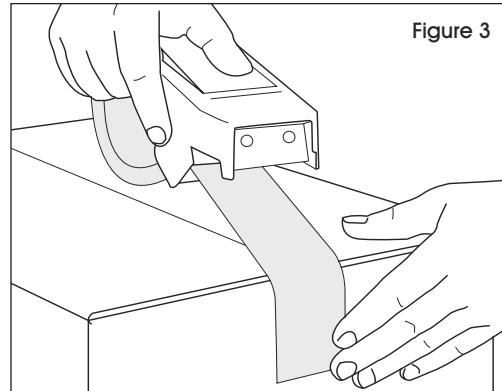

Figure 3
1. Pull out desired length of tape and apply it to side of box. (See Figure 3)
1. Déroulez le ruban adhésif de la longueur désirée et appliquez-le sur le côté de la boîte. (Voir Figure 3)